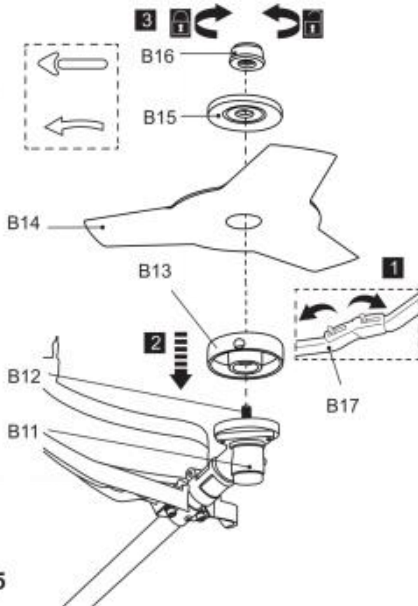

Fig. 5
7) Draai de moer (B16) vast om het snijblad tegen de klok in vast te zetten, terwijl u de spil (B12) vergrendelt met de inbussleutel (E5). Verwijder daarna de inbussleutel (Fig. 5).